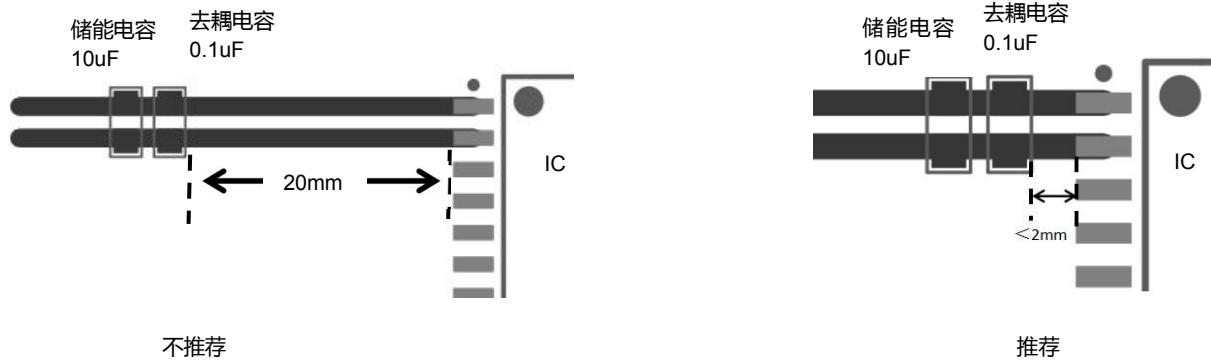

图 17-1
1、VCC 与 GND1、VISO 与 GND2 的去耦电容及储能电容应尽可能摆放在靠近芯片引脚的位置，以减少环路面积和 PCB 走线的寄生电感。一般应控制在 2mm 以内。去耦电容放在靠近芯片的位置，储能电容放在外侧。如下图 17-1 所示。